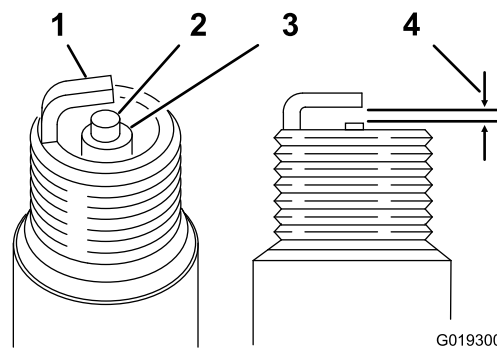

Figure 30
5. Réglez l'écartement des électrodes entre 0,7 et 0,8 mm (0,028 et 0,031 po); voir Figure 30.